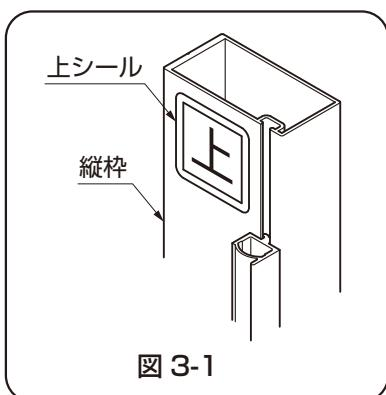

図3-1
- 縦枠には上下があります。「上」シールが貼ってある方を上にして取付けてください。（図3-1参照）